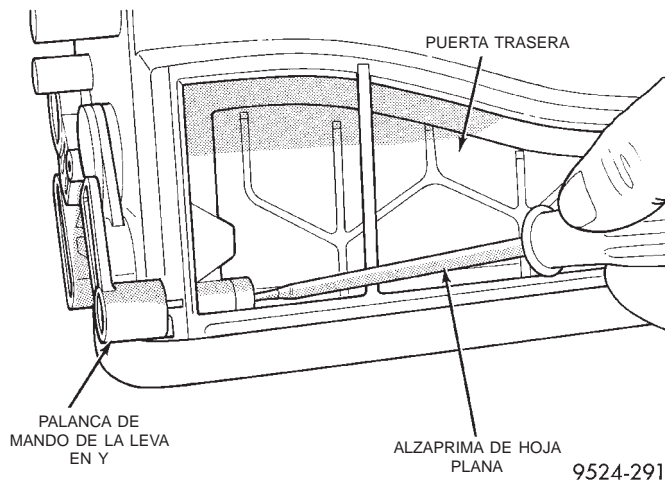

Fig. 79 Desenganche la leva en Y trasera
(4) Desde el interior de la entrada de aire, oprima la cola de retorno de la compuerta de entrada trasera (Fig. 79).